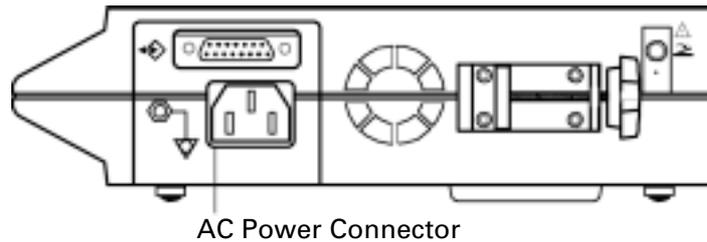

Abbildung 3: Anschließen des Netzkabels
2. Stecken Sie den Buchsenstecker des Netzkabels in die Rückseite des Monitors, wie in Abb. 3 gezeigt wird. Verwenden Sie ausschließlich Originalnetzkabel von Tyco.